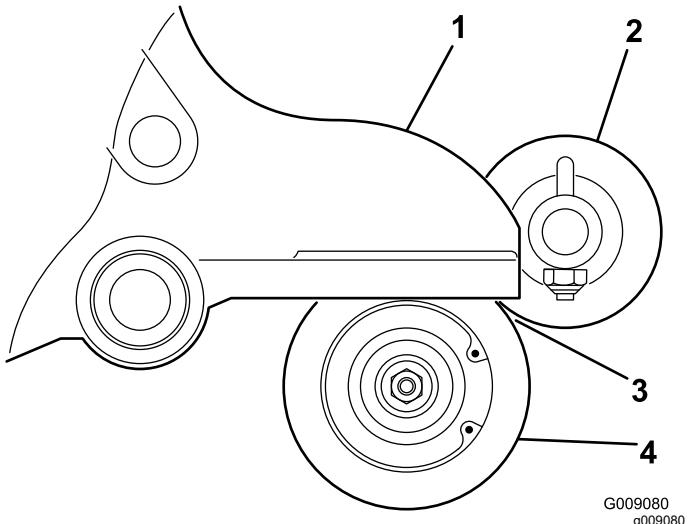

Figura 14
- Posizionate la spazzola per rullo in modo che si crei un leggero contatto con il rullo posteriore (ad es. in modo che lo tocchi o vi sia appoggiata) (Figura 14).